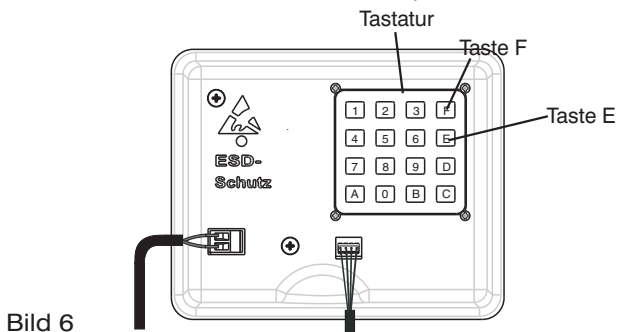

Bild 6
- Taste E auf Tastatur auf der Rückseite der Frontplatte drücken (siehe Bild 6)